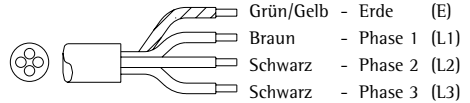
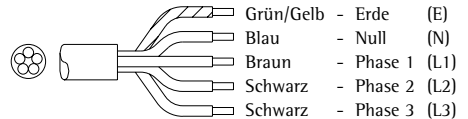

Abb. 4
Abb. 5
- (Abb. 4) Bei 220V-240V 3 Phase (4-adriges Kabel)
- (Abb. 5) Bei 380V-415V 3 Phase/null (5-adriges Kabel)
Die 4 oder 5 adrige Stromschnur (Abb. 4 / Abb. 5) besitzt folgenden Adercode: